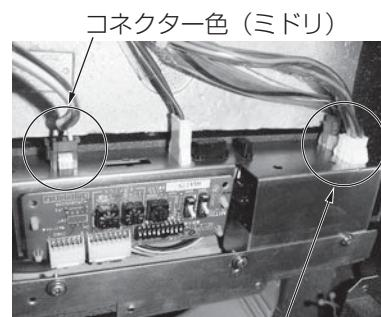

図23 コネクター色（シロ）
- (4) 自動昇降パネルのベーンモーターリード線を本体制御ボックスの同色コネクターに確実に差込んでください。（図23）